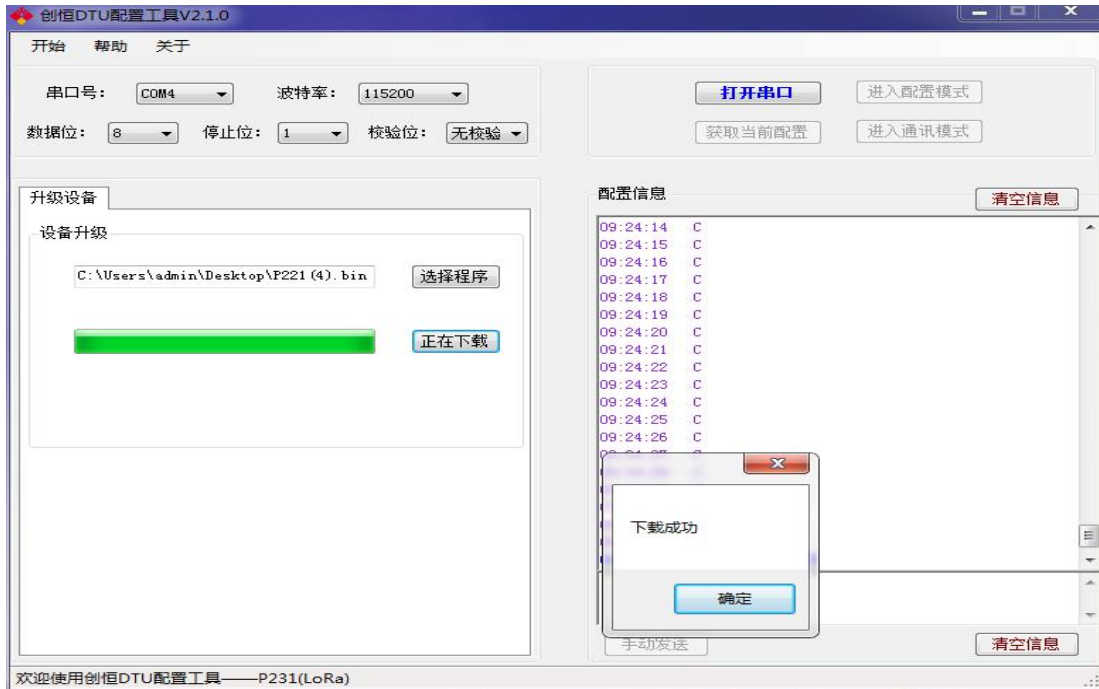

图 2-8-3
2.8.2 第二步，关闭串口，点击开始 -> 设备升级；进入设备升级，选择要升级的固件，点击下载，此时进行设备升级；设备升级成功会显示升级成功提示框（如图 2-8-3）。